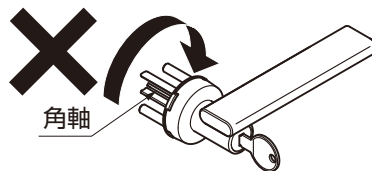

図2-6
- シリンダーにキーを差し込み、半回転キー操作をして角軸の向きを変えないで下さい。そのまま施工を行うと、施解錠操作をしてもキーが抜けなくなったり、ハンドルが動かなくなります。(図2-6参照)